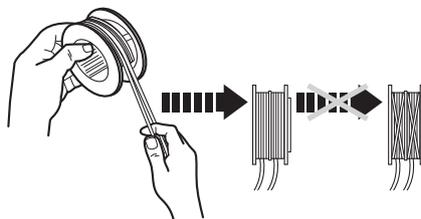

Fig. 25e
- Enrouler le deux parties du fil de coupe dans le sens des aiguilles d'une montre fermement autour de la bobine, dans chaque partie du guide de la bobine (voir Fig. 25e).